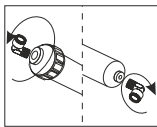

Bild. 7
- 2) Screw the connector into a new cartridge. **WARNING! When driving connector do not back track it. Withdrawal of the screwed connector can lead to faulty connection and water leakage (Fig. 7).**
- 2) Schnellkupplung in die neue Kartusche einschrauben. **ACHTUNG! Nicht zurückschrauben. Dies könnte die Teflonschicht beschädigen und zur Undichtheit der Verbindung führen (Bild 7).**